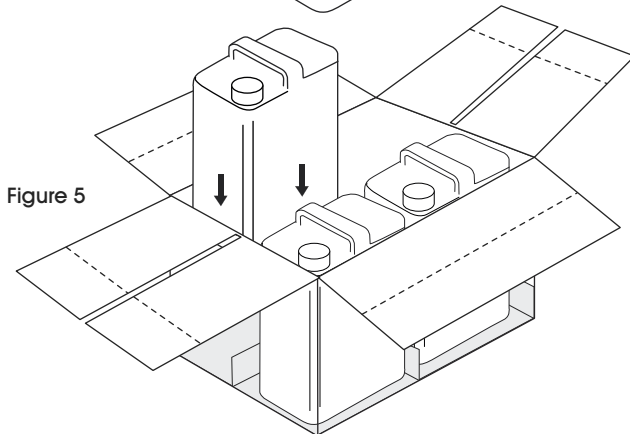

Figure 5
6. Place cans into carton – bottom first. (See Figure 5)
- Placez les contenants dans la boîte – le fond en premier. (Voir Figure 5)